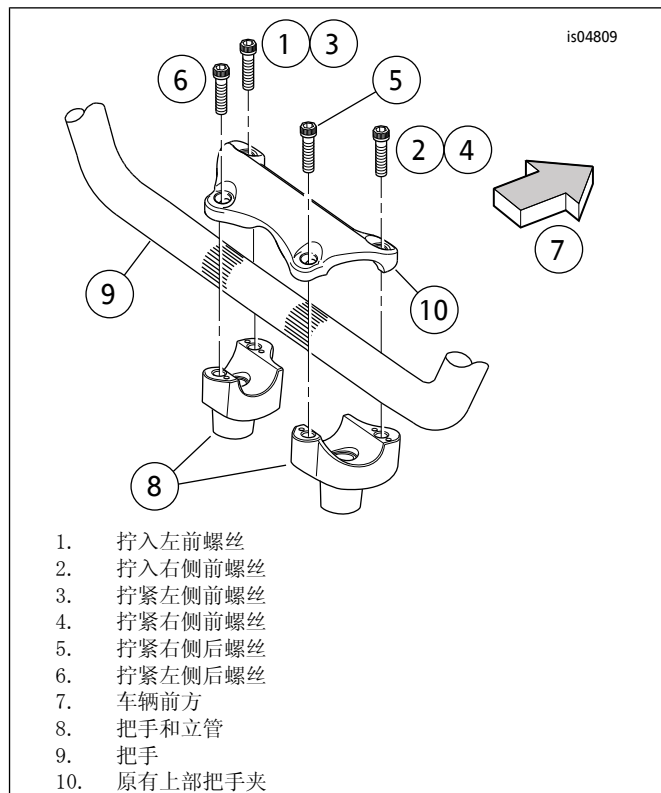

图3。把手夹紧螺丝拧紧顺序
- 参见图3。按照以下顺序仅拧入两个前上部夹紧螺丝，但不要完全拧紧：
11. 参见图3。拧紧上部把手夹紧螺丝，方法如下：